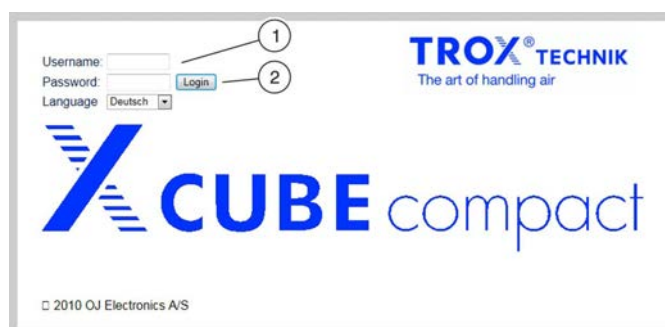

Fig. 43: Connexion au serveur Internet
1. ▶ Saisir votre nom d'utilisateur (Voir la Fig. 43/1).
3. ▶ Sélectionner le bouton « Login » (Voir la Fig. 43/2).